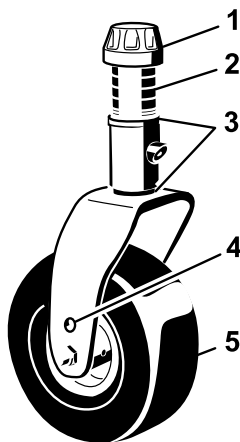
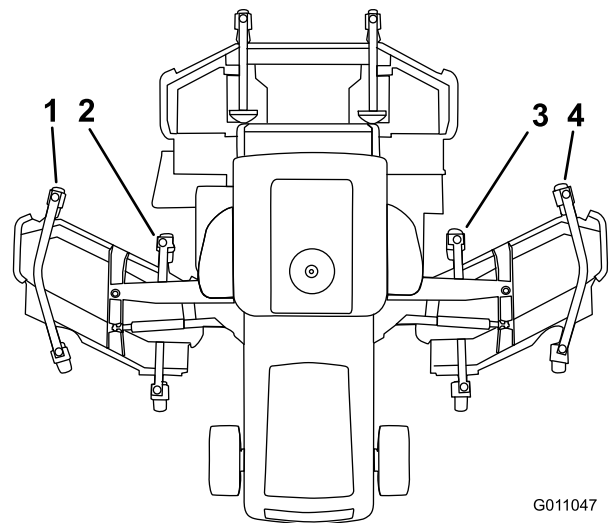

図 32
図 33
3. 前カuttingユニットの外側ブレードの刈高に比べて左右カuttingユニットの内側ブレードの刈高が高すぎる場合には、その左 (右) カuttingユニットの前内側キャストアームの下側についているシム (3 mm) を1枚抜き取る (図 32 と図 33)。各ブレードについて、床面から刃先までの距離を左右で測定し、左右のカuttingユニットの外側ブレード同士、および左右のカuttingユニットの内側ブレードと前カuttingユニットの対応する外側ブレードの値を比較する。
アームの下側についているシム (3 mm) を1枚抜き取る (図 32 および 図 33)。
5. 前カッティングユニットの外側ブレードの刈高に比べて左右カッティングユニットの内側ブレードの刈高が低すぎる場合には、その左 (右) カッティングユニットの前内側キャストアームの下側についているシム (3 mm) を1枚追加する (図 32 と 図 33)。各ブレードについて、床面から刃先までの距離を左右でもう一度測定し、左右のカッティングユニットの外側ブレード同士、および左右のカッティングユニットの内側ブレードと前カッティングユニットの対応する外側ブレードの値を比較する。